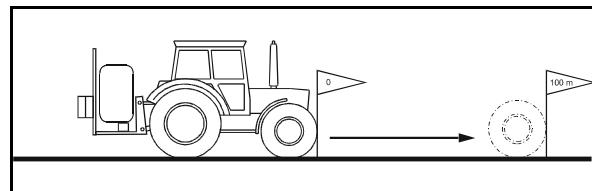

Рис. 43
2. Отметьте начальную и конечную точки (Рис. 43).